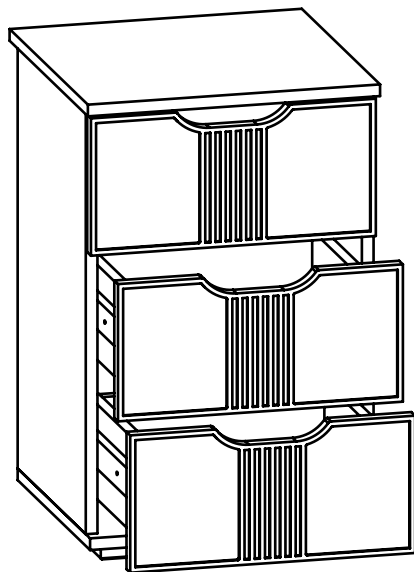

Рис.10
9. Установите ящик в корпус тумбы (Рис. 10).